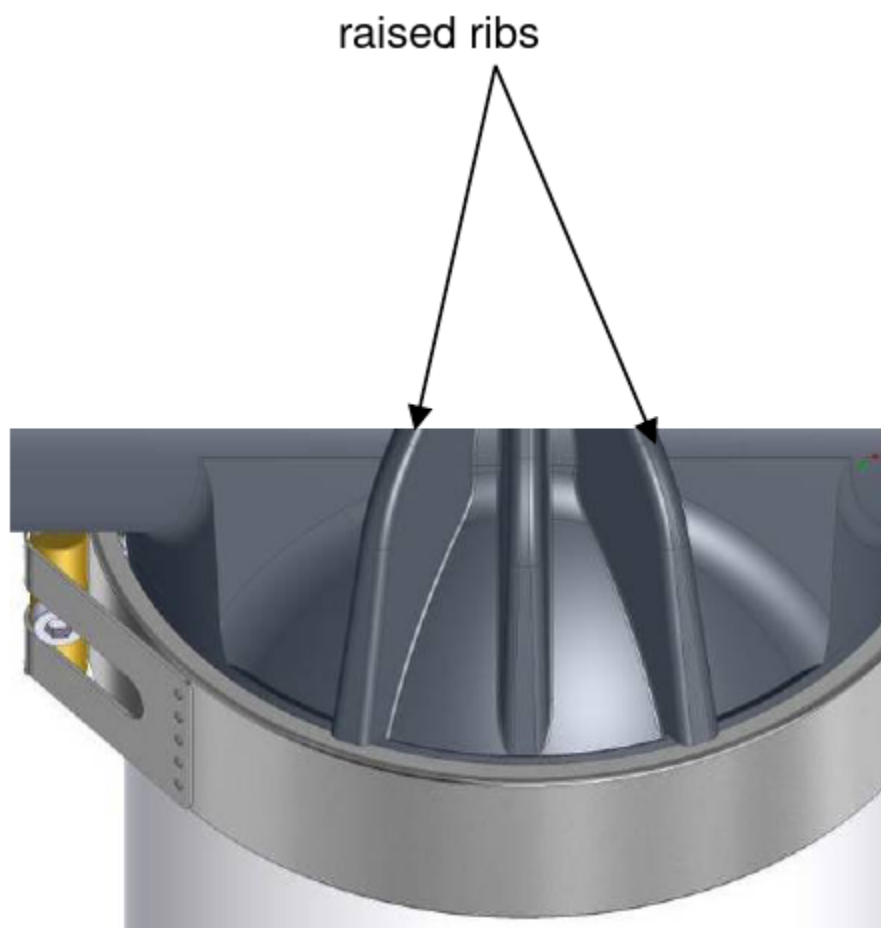
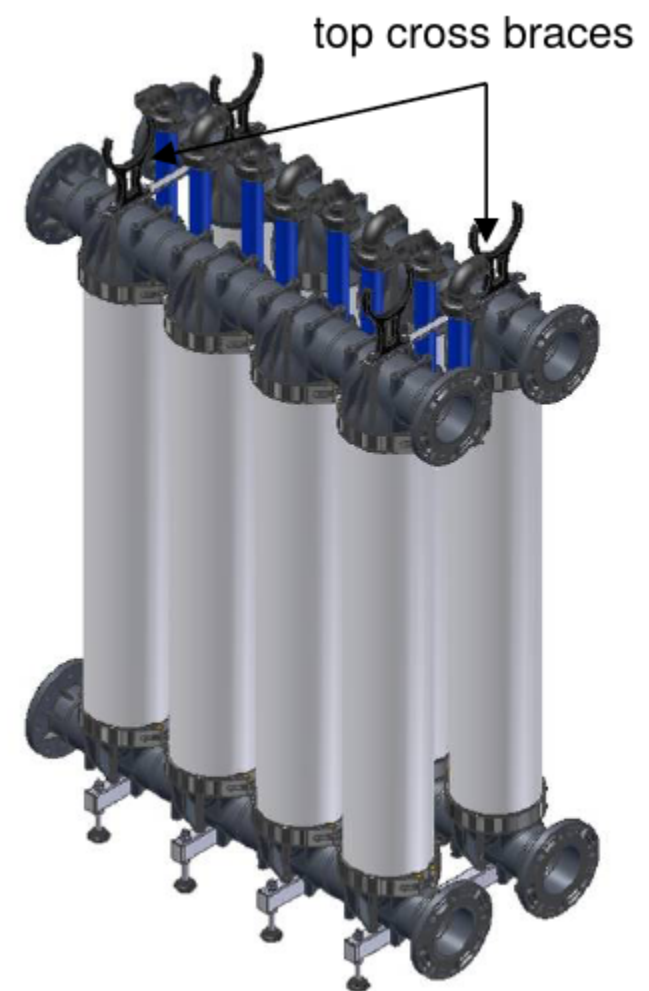

Рисунок 10-13: Выступающие ребра на подающих/сливных коллекторах
Рисунок 10-14: Верхние поперечные скобы
7. Поднимите трубную муфту inge® Ultra S 250 до упора в выступающие ребра подающий/сливной коллектор (см. Рисунок 10-13). Теперь закрепите трубную муфту до такой степени, чтобы она оставалась неподвижной позволяет вращать модуль (момент затяжки < 1Nm Затем закрепите верхнюю крестовину скобы (болт M10 x 30, шайба M10 / 30) в нужном положении, убедившись, что они не подвержен стрессу (см. Рисунок 10-14).